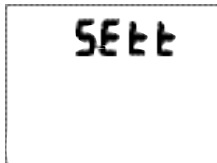

Fig. 38 - SET T (ORA / DATA)
- Premendo il pulsante S (a lato) per 10 secondi mentre è visualizzata la schermata SURF PRINCIPALE NOR (o GAU) si accede alla schermata SET T, identificata dalla dicitura SETT (Fig. 38).